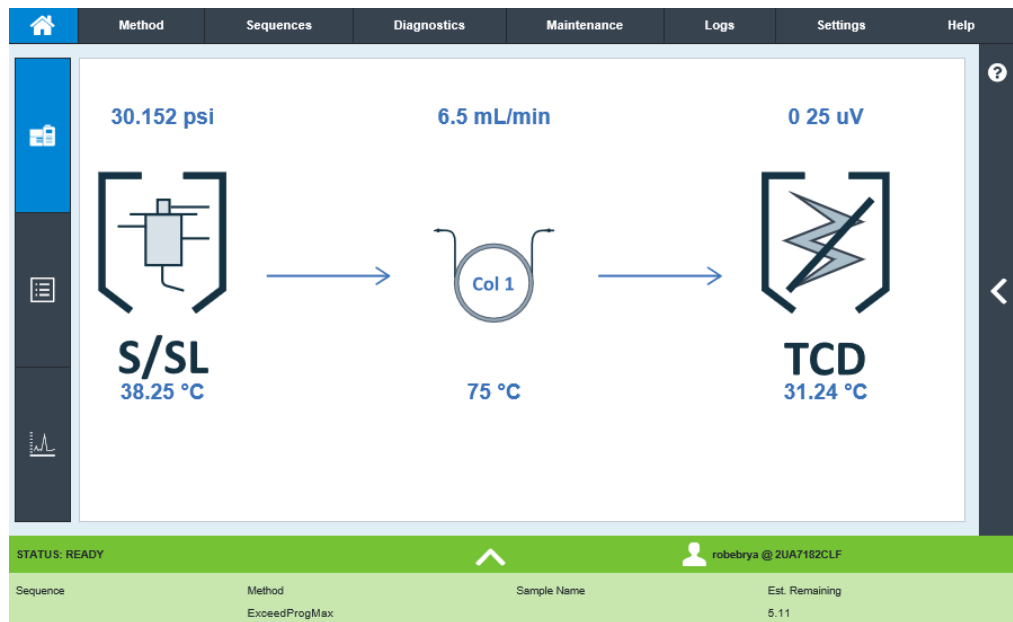

Figura 3 Página de inicio de la interfaz de usuario en el navegador
- 4 Pulse Enter. Se abrirá la interfaz de usuario en el navegador. Consulte Figura 3.